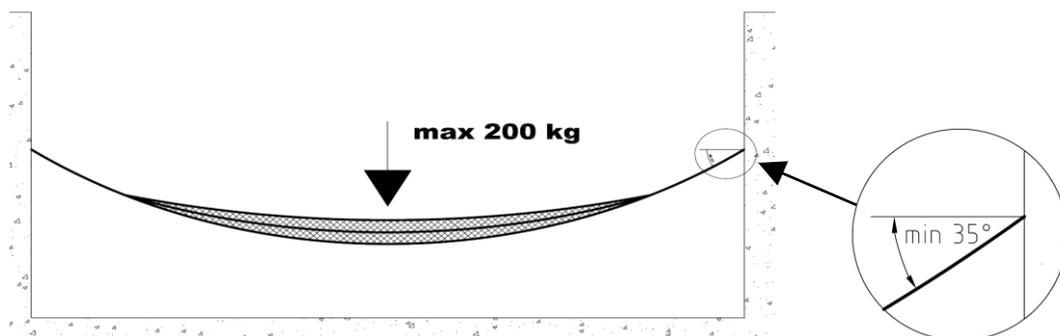

Abb. 1: Maximale Belastung
**Maximale Belastung:** Die maximal zulässige Belastung beträgt 2,00 kN. Die zulässige Belastung gilt für die Beanspruchungsrichtung zentrischer Zug, Querlast und Schrägzug bis zu einem Winkel von 35° (siehe Abb. 1).